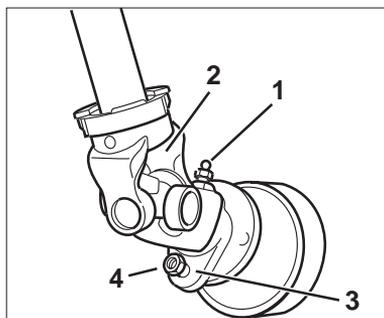

Рис. 5.4a
- Выкрутите смазочный ниппель (Рис. 5.4a/1) и установите карданный вал (Рис. 5.4a/2).
- Вилку (Рис. 5.4a/3) закрепите при помощи срезного болта (Рис. 5.4a/4).
- Вкрутите смазочный ниппель (Рис. 5.4a/1).